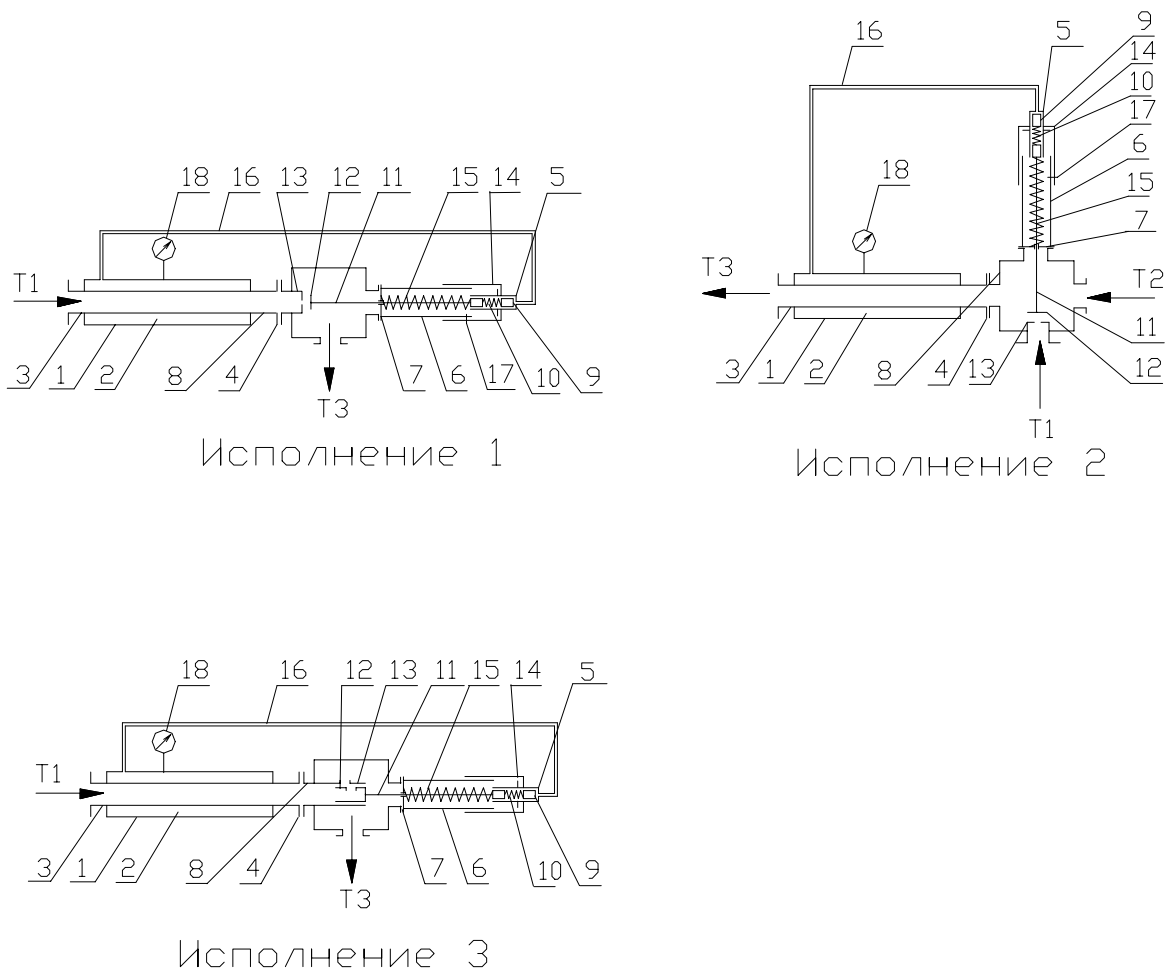

Рисунок 1
4. УСТРОЙСТВО И РАБОТА (Рисунок 1)
4.3. Регулятор РТВЖ Исп. 3 (Рисунок 1) с увеличением температуры увеличивает расход. Регулятор РТВЖ Исп. 1 и 2 (Рисунок 1) с увеличением температуры уменьшает расход регулируемой горячей воды.